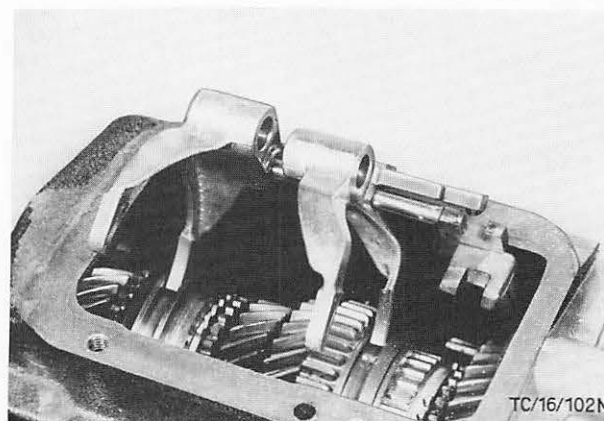

Abb. 83 Schaltgabeln ausbauen
8. Zum Ausbau der beiden Schaltgabeln 2. Gang einlegen und Schaltklaue Rw.Gang nach hinten drücken. Abb. 83. Falls erforderlich, Schaltgabeln durch Entfernen des Spannstiftes voneinander trennen.